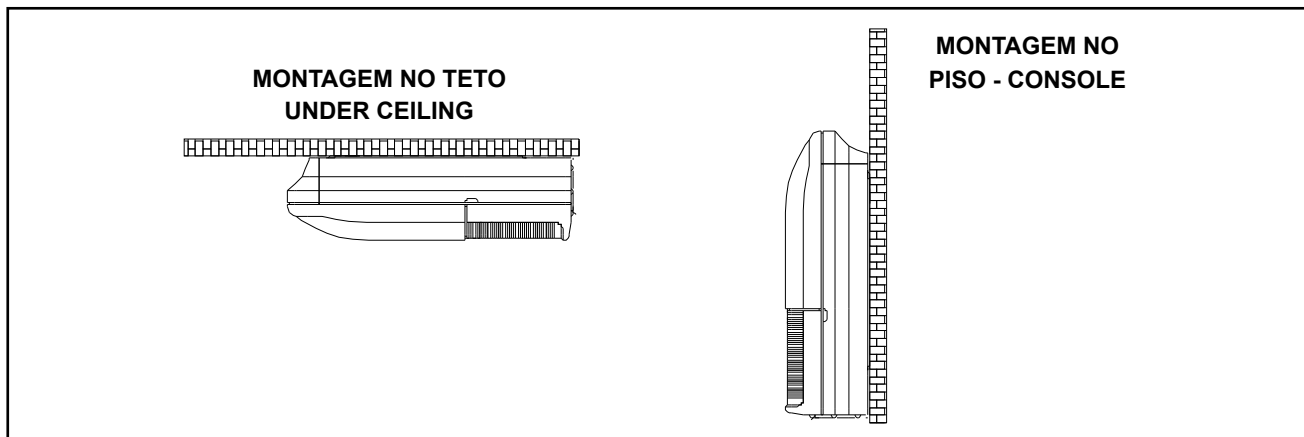

Figura 8 - Montagem do piso (console) ou teto (under ceiling)
- a) A unidade pode ser instalada nas posições horizontal no teto, vertical no piso ou na parede (ver figura 8).